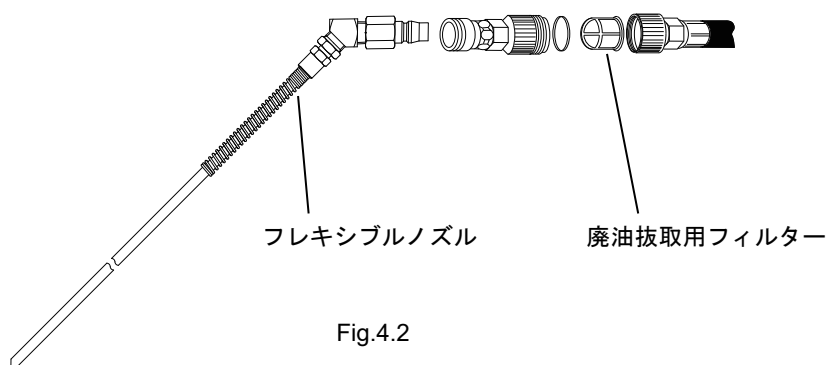

Fig.4.2
- 2) 廃油採取用フィルターはフレキシブルノズルの下についていますので、外して洗浄してください。(Fig.4.2)